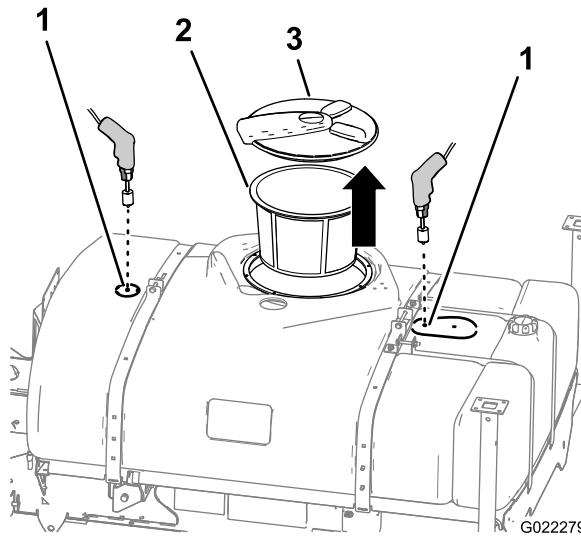

図 4
1. タンクのふたとストレーナバスケットを外す（図 4）。
2. メインタンクについているドリルマーク（2つ）を探し出す（図 4）。
3. 40 mm の円形ノコを使って、それぞれのマークのところに穴を切る（図 4）。